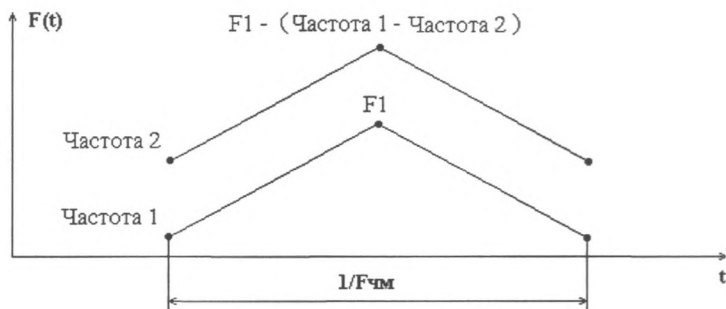

Рис. 2. Зависимость частоты следования импульсов в двух каналах от времени в режиме частотной модуляции.
1.3.12. В режиме «Частотная модуляция» закон модуляции треугольной формы (рис. 2). Девияция частоты следования импульсов в обоих каналах равна ($F_1 - \text{Частота 1}$).